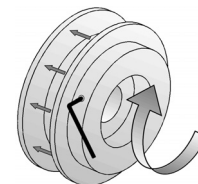

Рис. 12
- Ослабить установочные винты, блокирующие регулируемую часть шкива (Рис. 12);